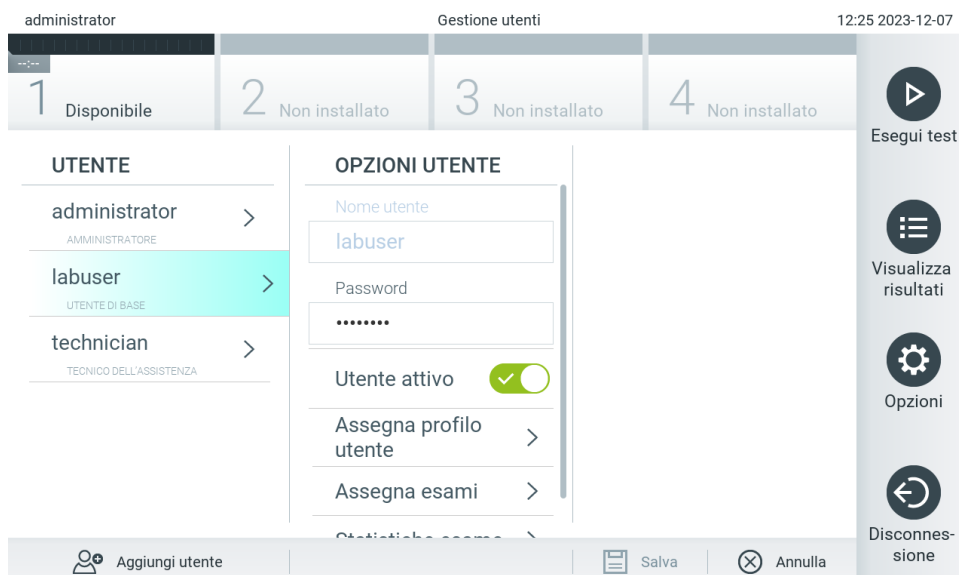

Figura 51. Selezione e gestione degli utenti.
2. Selezionare l'utente da gestire dall'elenco nella colonna di sinistra dell'area dei contenuti (Figura 51).